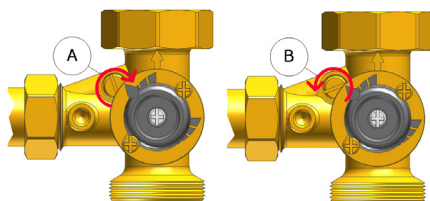

Abb.10: Bypasseinstellung Mischventil
Das Mischventil kann durch einfachen Handgriffe, von rechts auf links Betrieb, umgebaut werden. Dazu müssen wie in Abb. 10 dargestellt die Schrauben Positionsnummer 1 gelöst, das Innenleben herausgenommen und spiegelverkehrt auf der anderen Seite wiedereingesetzt werden. Nach dem Wechsel müssen die entnommenen Schrauben wieder handfest festgezogen werden.
Im Mischventil ist ein Bypass integriert, der im Auslieferungszustand geschlossen ist (Abb.10, Stellung A).
3. Stellschraube Bypass (Abb. 10, Stellung A, 0% geschlossen) durch drehen nach rechts, um 90° öffnen (Abb.10, Stellung B, 100% geöffnet).